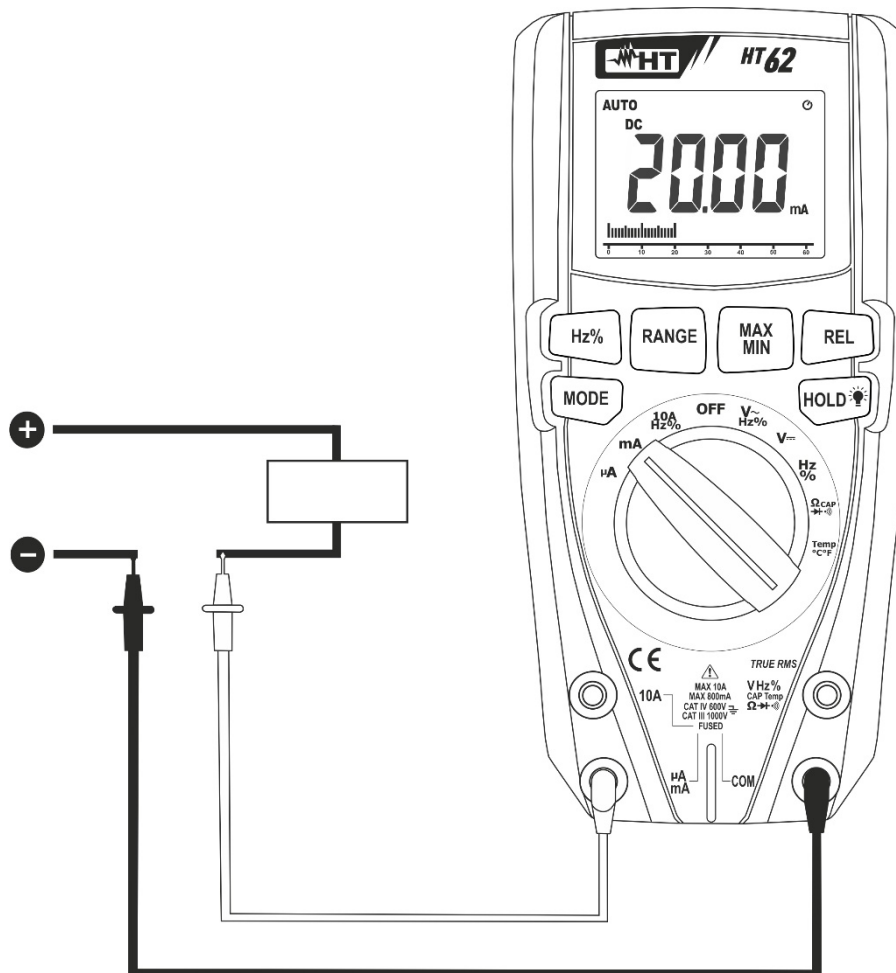

Abb. 9: Verwendung des Gerätes für Gleichstrommessung
4. Verbinden Sie die rote und die schwarze Messleitung in Reihe mit dem Kreis, dessen Strom Sie messen möchten, und dabei achten Sie auf die Strompolarität und -richtung (siehe Fig. 9).
7. Das Symbol "-" auf dem Display des Gerätes gibt an, dass der Strom die umgekehrte Richtung mit Bezug auf den Anschluss in Fig. 9 hat.